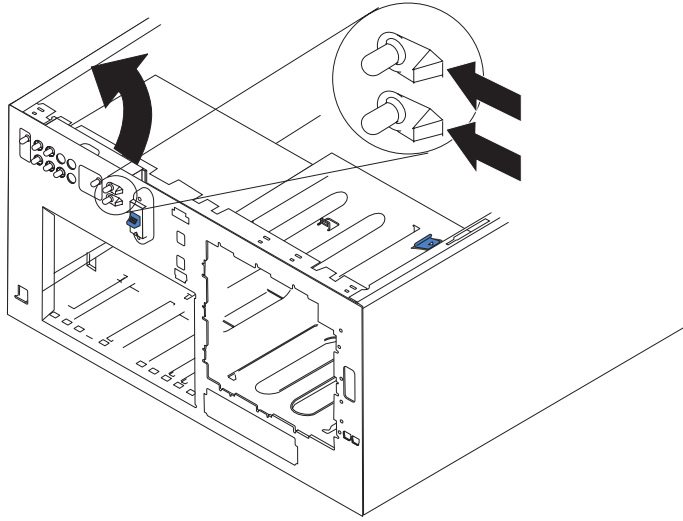

图 93. 卸下操作员信息面板（具有机架安装转换功能的型号 25T）
15. 从引擎外部，按面板上的两个卡口（如第 162 页的图 93 所示），确保向接近机架的方向按卡口；面板将从机架中脱离出来。